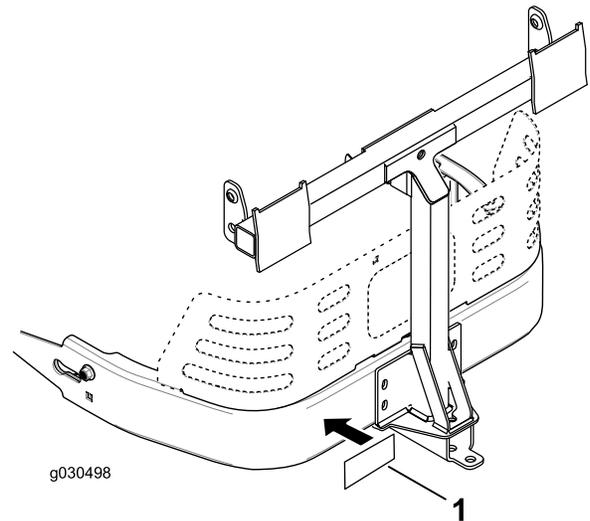

Figura 8
3. Aplique la pegatina de la barra de tracción a 1,3 cm a la izquierda de la placa de enganche (Figura 8).